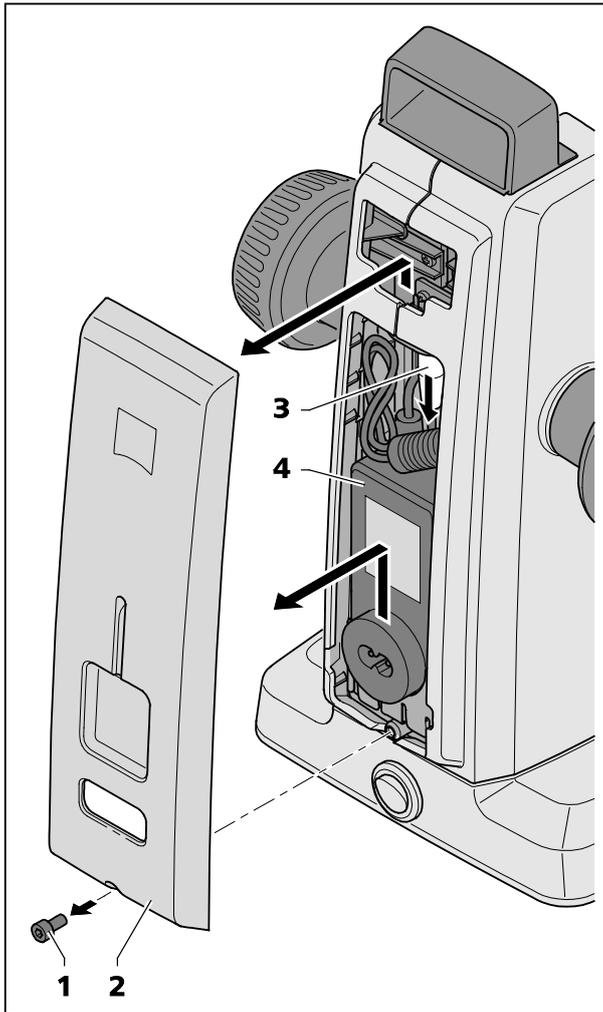

Fig. 21 Remplacement du bloc d'alimentation
- A l'aide d'une clé Allen, dévissez la vis (Fig. 21/1) située en bas du couvercle.
- Déboîtez légèrement le bas du couvercle (Fig. 21/2) et poussez vers le haut.
- Débranchez la fiche (Fig. 21/3) et sortez le bloc d'alimentation défectueux (Fig. 21/4).